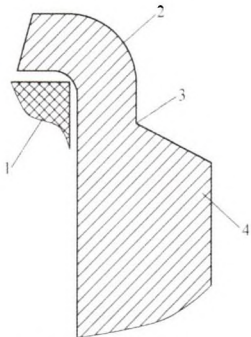

图2 压铆裂纹危险点
- 5) 壳体压铆裂纹形成的位置最可能出现在壳体缩口部分受端钮直角支撑处，或者在壳体口部壁厚突变处，这两处是危险点，如图2所示。